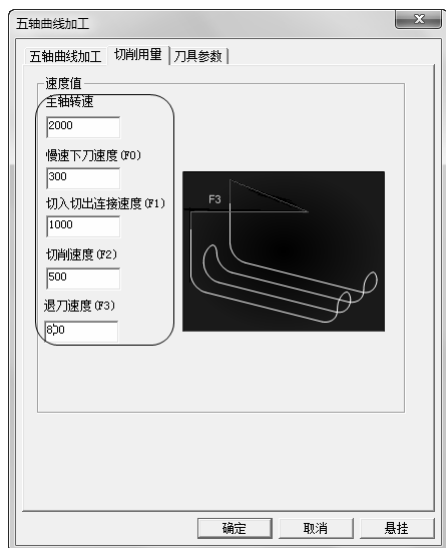

图 5-80 “切削用量”选项卡
2) 单击“切削用量”选项卡，设置“主轴转速”、“慢速下刀速度”、“切入切出连接速度”、“切削速度”、“退刀速度”，具体参数数值如图 5-80 所示。